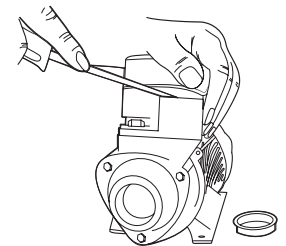

Figura 5.
5. Retira los tapones protectores de la Bomba Rotoplas antes de conectar (ver Figura 5).